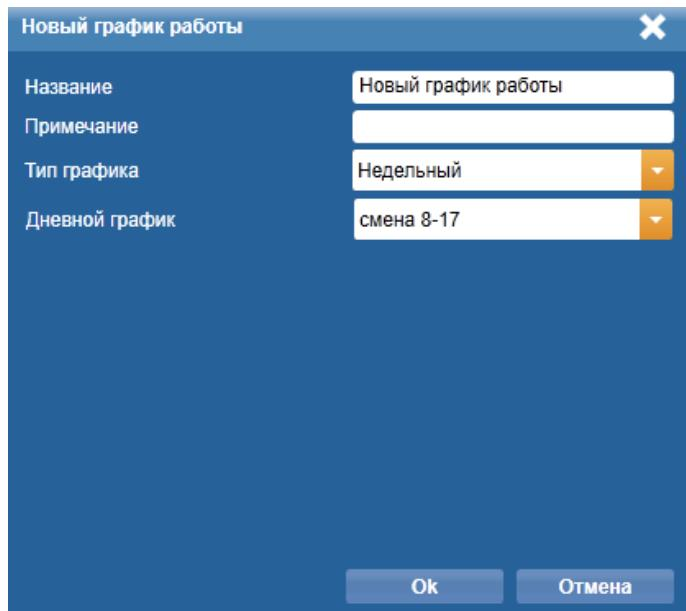

Рисунок 35. Окно **Новый график работы**
- 3) В отобразившемся окне **Новый график** (Рис. 35) ввести следующие параметры: